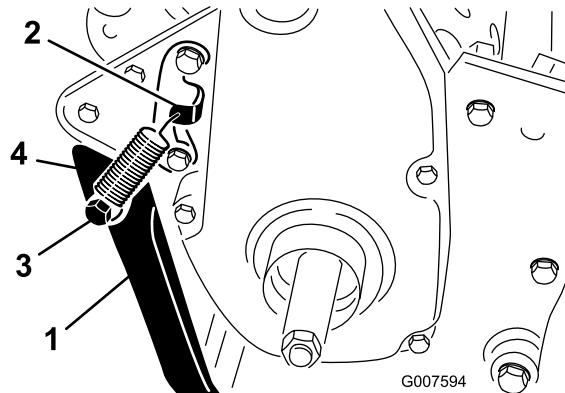

Figura 5
- Agganciate la molla nel foro della staffa a molla e nell'anello della molla, allineando contemporaneamente il cavalletto con i fori di montaggio dell'intelaiatura posteriore (Figura 5).
- Montate il cavalletto su ogni lato del telaio utilizzando il bullone, la rondella di sicurezza, il distanziale, la rondella di spinta e il dado di bloccaggio (Figura 5). Posizionate il distanziale nel foro di montaggio del cavalletto.